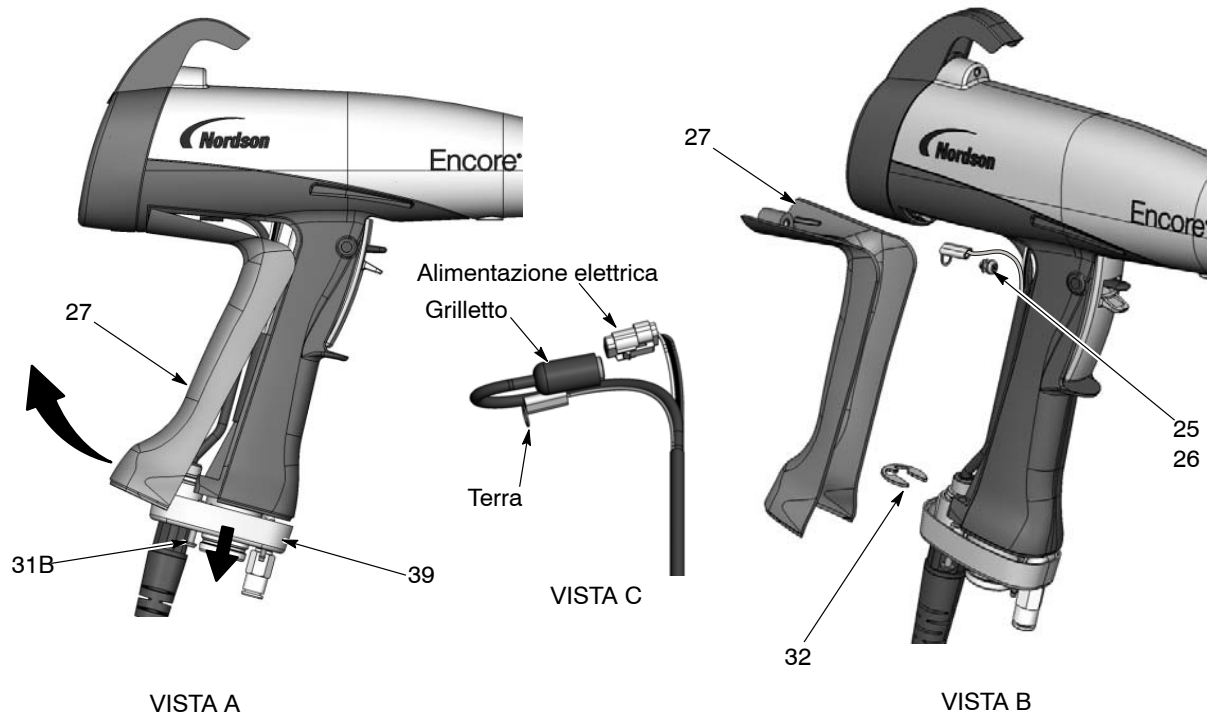

Figura 6-7 Sostituzione del cavo
3. Vedi figura 6-7, Vista A. Allentare le due viti M3 x 20 (31B) che fissano la base dell'impugnatura (39) all'impugnatura.
4. Staccare la base dall'impugnatura, in modo da liberare l'estremità di fondo della piattina di messa a terra (27) dalla base.
6. Vedi figura 6-7, Vista B. Rimuovere la vite M3 x 6 (25), la rondella di sicurezza (26) e il terminale di terra dalla piattina di messa a terra.
7. Togliere l'e-ring (32) dal cavo.
8. Vedi figura 6-7, Vista C. Estrarre i connettori del cavo dal fondo dell'impugnatura. Scollegare il connettore dell'alimentatore di tensione dal connettore del cavo della pistola inserendo un piccolo cacciavite a lama piatta nella scanalatura del connettore dell'alimentatore di tensione per sganciare il fermaglio.
1. Vedi figura 6-7. Inserire un nuovo cavo attraverso la base dell'impugnatura, poi montare l'e-ring (32) sul cavo per tenerlo fermo.
3. Collegare il terminale del cavo alla piattina di messa a terra (27) con la vite M3 x 6 e la rondella di sicurezza (25, 26).
6. Spingere la base dell'impugnatura (39) verso l'alto, contro l'impugnatura e la piattina di messa a terra, poi stringere bene le due viti M3 x 20 (31B) nella base.
1. Vedi figura 6-7. Rimuovere la piattina di messa a terra come descritto in *Rimozione del cavo* ai punti 1-5. Non è necessario scollegare il cavo di terra dalla piattina di messa a terra.